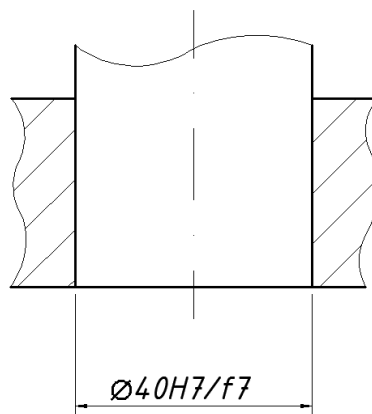

Рисунок 8
16. На чертеже вы видите надпись – см. рисунок 8. Расшифруйте ее.